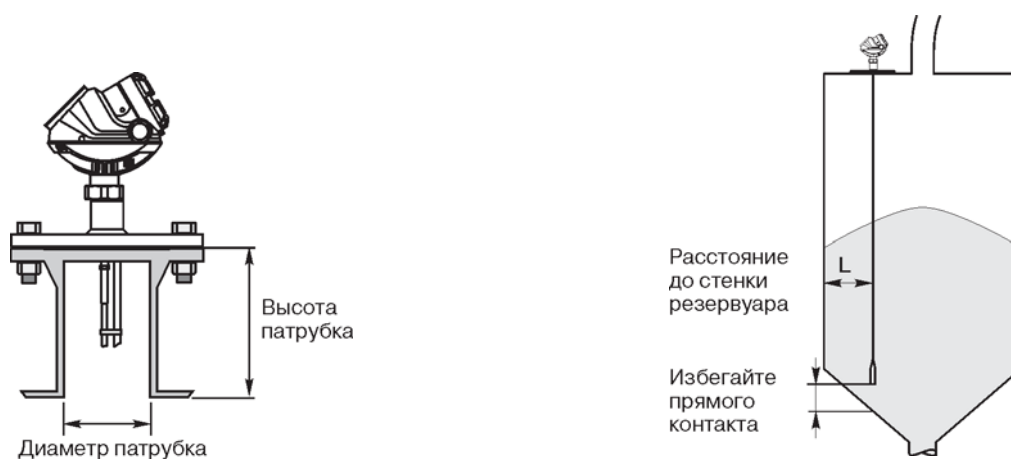

Рис. 8.
- Максимальная рекомендуемая высота патрубка для установки уровнемера составляет 10 см + значение диаметра патрубка для всех зондов, кроме коаксиального. Для данного типа зондов такого ограничения нет (см.рис.8).